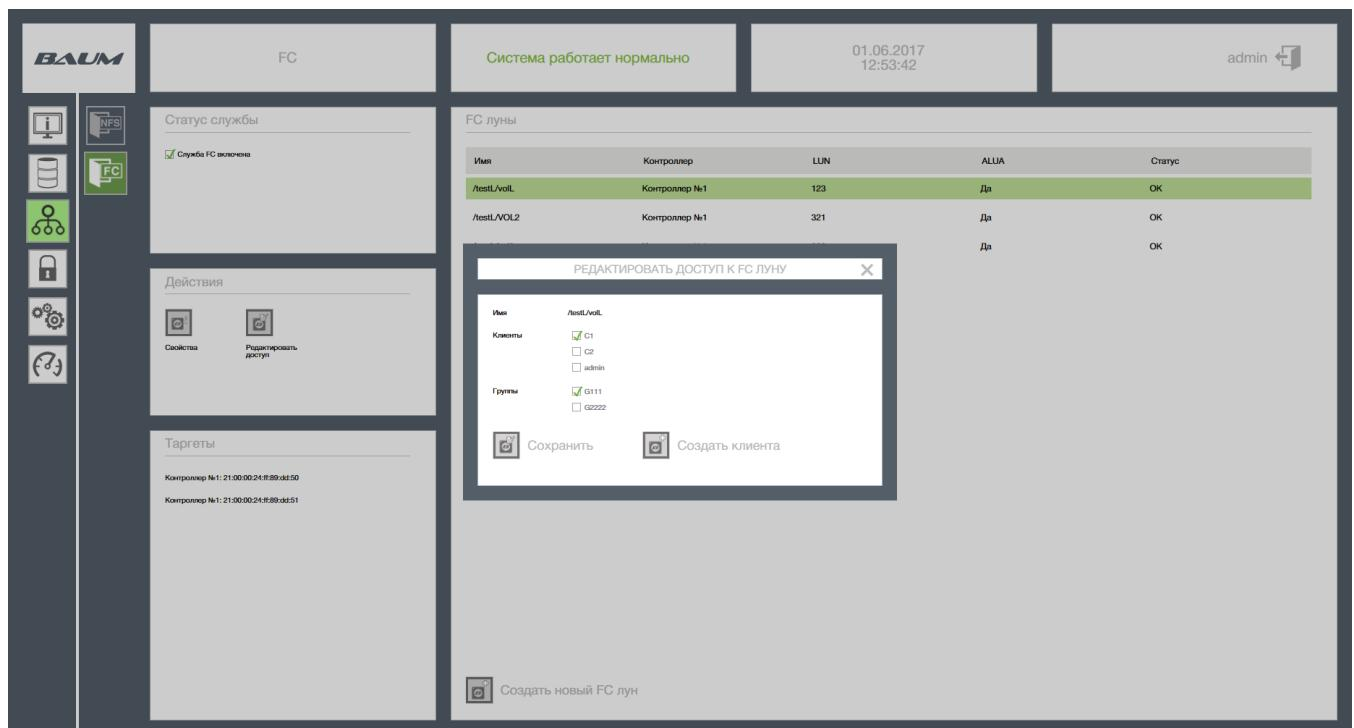

Рисунок 43 – Редактирование доступа к луне Fibre Channel
- 1) Выбрать FC луну (см. Рисунок 43).